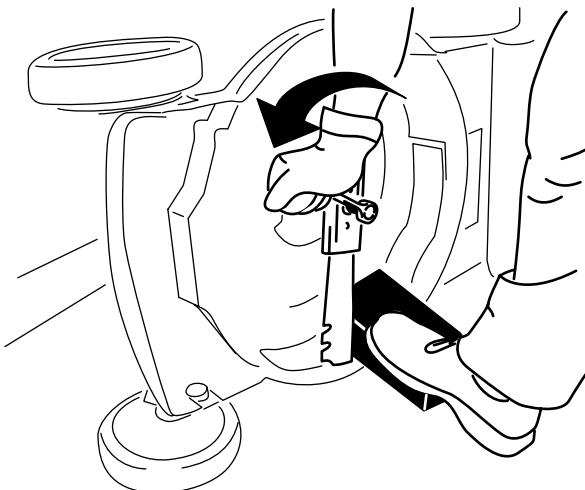

Figura 32
- Utilice un bloque de madera para inmovilizar la cuchilla (Figura 32).
- Retire la cuchilla, conservando todos los herrajes de montaje (Figura 32).